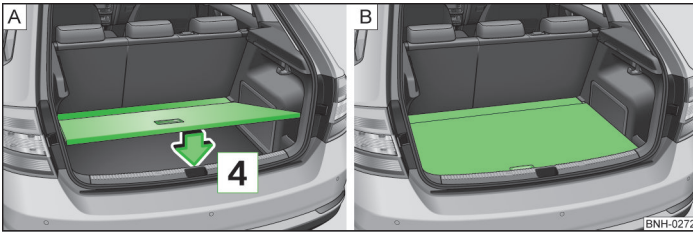

Abb. 70 Variablen Ladeboden in die obere Position einstellen / variabler Ladeboden in der oberen Position
- Den variablen Ladeboden in Pfeilrichtung **4** » Abb. 70 - **A** legen.
Unter dem variablen Ladeboden in der oberen Position » Abb. 70 - **B** entsteht ein Raum zum Verstauen von Gegenständen. ■